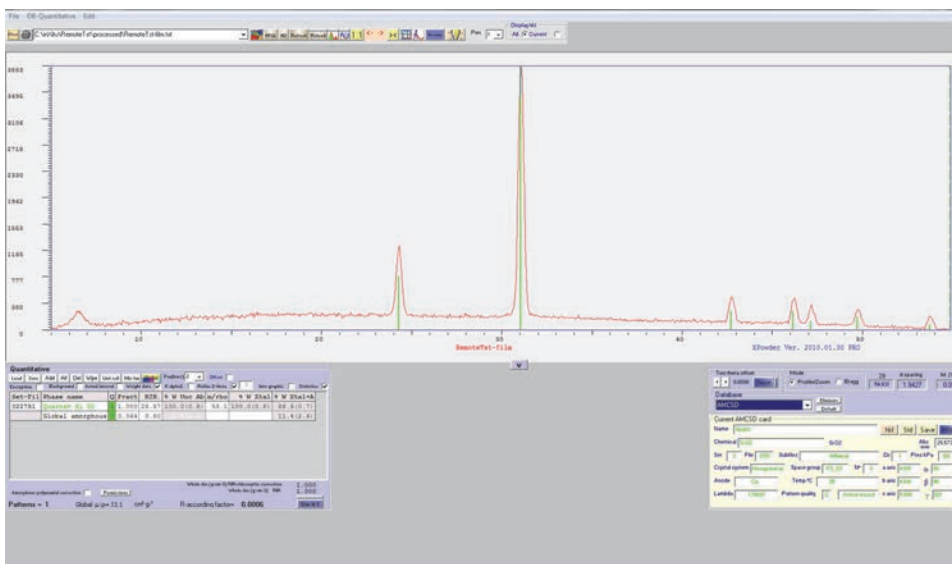

Figura C-11 Pantalla Quantitative (Análisis cuantitativo)
13. En la ventana X Powder, haga clic en **Quantitative > LS-RIR Database Cards** para visualizar un análisis y resumen semicuantitativo del índice de intensidad relativa (ver Figura C-11 en la página 104).